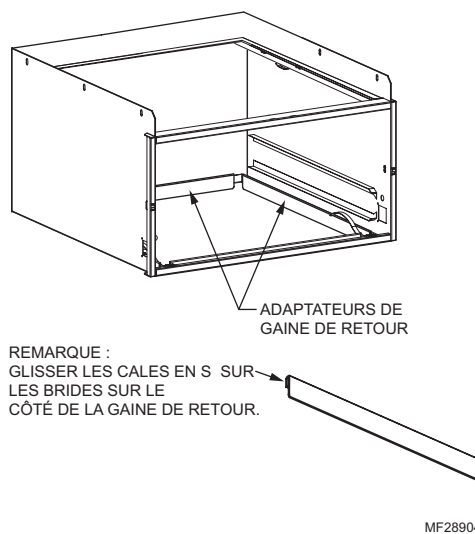

Fig. 6. Utilisation des adaptateurs de gaine de retour pour les modèles FH8000A.
- e. Utiliser les adaptateurs de gaine de retour fournis pour attacher les gaines de retour (voir Fig. 6).